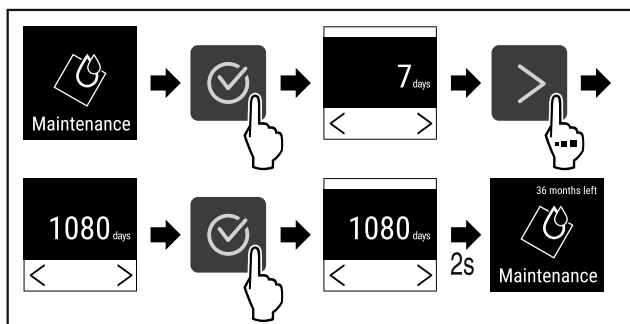

Fig. 78
- ▶ Suivre les étapes (voir Fig. 78).